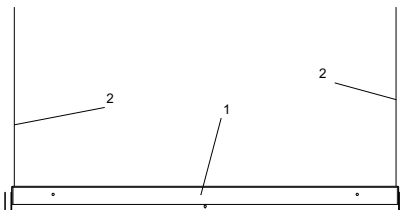

Рисунок 4
2.4 Встраиваемый монтаж производить в потолки типа «Грильято» для светильника ДВО 2001D, ДВО 2101D (см. рисунок 4). Светодиодную панель (1) установить в ячейку 590×590 потолка типа «Грильято» как показано на рисунке 3, подвесить светильник к несущему потолку крепёжными элементами (2). Крепёжные элементы (2) в комплект поставки светодиодной панели не входят.